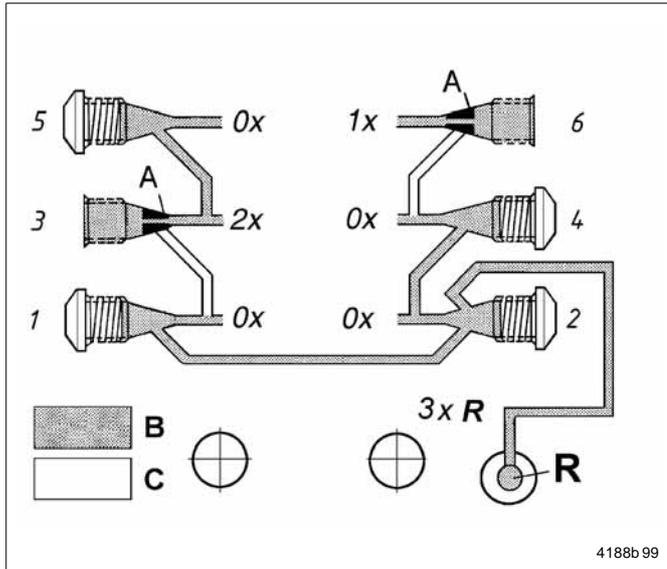

Abb. 1-4 Interne Rückführung von Schmierstoff
- Im QLS mit **hinten angebaute**m Verteiler besteht die Möglichkeit, nicht benötigte Schmierstoffmengen vom Verteiler **intern** in den Behälter zurückzuführen (R, Abb. 1-4).
- Wie in Abb. 1-4 dargestellt, fließen die Mengen der Auslässe 1, 2 und 4 (3xR) in den Behälter zurück.